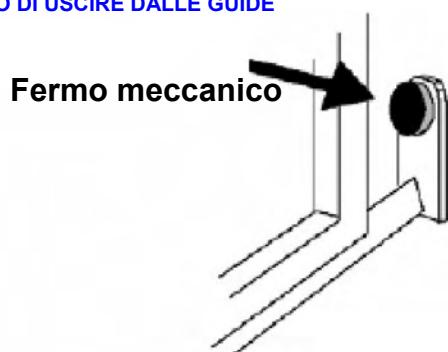
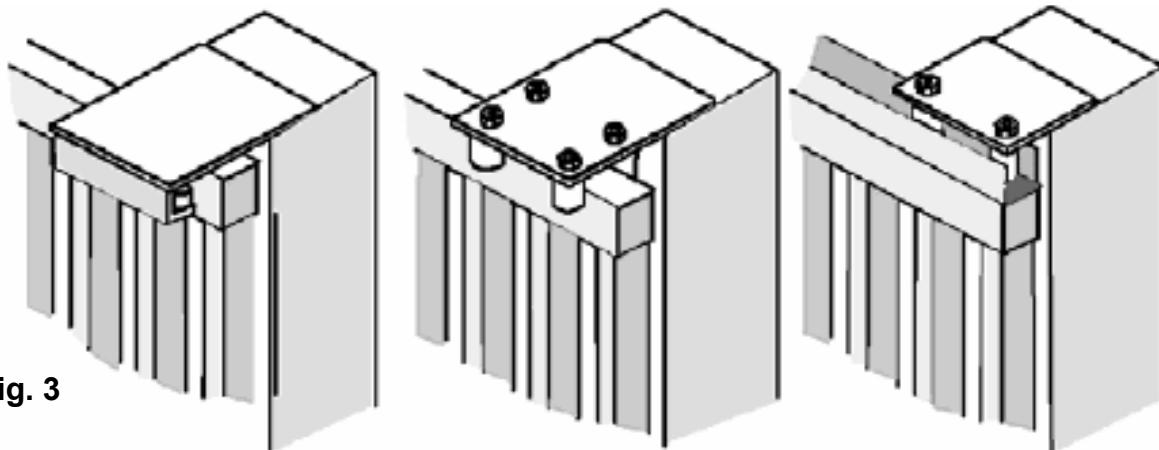

Fig. 2
Fig. 3
- Prima di procedere al montaggio dell'automatismo, si verifichi che il cancello sia perfettamente funzionante. Inoltre, è opportuno verificare che la guida di scorrimento a terra (**V. Fig. 1**) non presenti malformazioni, che sia perfettamente a livello e che sia presente il fermo meccanico in apertura (**V. Fig. 2**) al fine di evitare che il cancello esca fuori dalle guide superiori (**V. Fig. 3**)
- Verificare la guida di scorrimento superiore (**V. Fig. 3**) che sia ben salda e il cancello vi scorra liberamente.